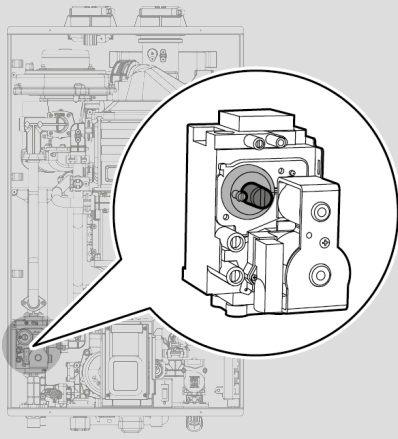

Figure 10
- Ouvrez complètement un appareil utilisant de l'eau chaude et réglez le chauffe-eau afin qu'il fonctionne en mode MIN 1 étape (reportez-vous à la page 8). Mesurez la valeur de correction à la puissance minimale d'utilisation et comparez-la aux valeurs indiquées dans le tableau 3. Si la valeur de correction est hors plage, la vis de réglage de la soupape à gaz devra être ajustée. Si un ajustement est requis, trouvez la vis de réglage, comme cela est indiqué dans la Figure 10. À l'aide d'une clé Allen de 4 mm (5/32 po), tournez la vis de réglage d'un maximum de 1/4 de tour dans le sens horaire pour augmenter la valeur de correction ou dans le sens horaire pour réduire la valeur.